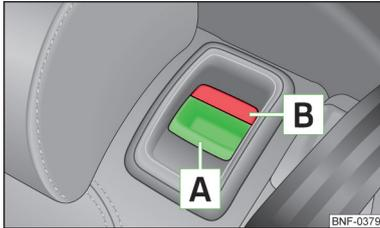

Fig. 49
- Appuyez sur le bouton de blocage **A** » fig. 49 et inclinez le dossier du siège vers l'avant.
- Appuyez sur les boutons de sécurité **A** » fig. 49 des deux côtés du dossier et inclinez le dossier vers l'avant.
- Vérifiez que le marquage rouge **B** » fig. 49 n'est plus visible.
- Assurez-vous que les marques rouges **B** » fig. 49 des deux côtés du dossier du siège ne sont plus visibles.